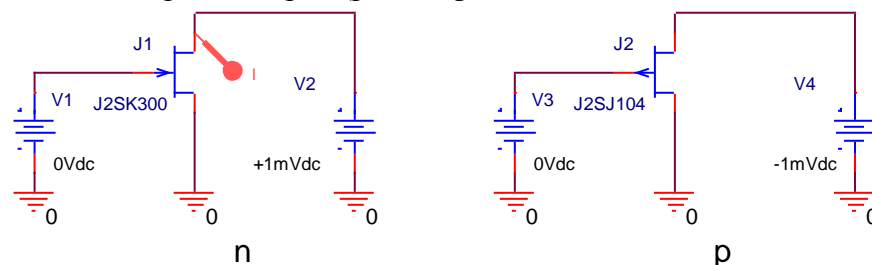

Рис.1.1 Схемы моделирования вольтамперных характеристик полевых транзисторов
- n-канальных(рис.1.1,n),
- p-канальных полевых транзисторов (рис.1.1,p)
2.1.п. Составить схему моделирования вольтамперных характеристик **n**-канального полевого транзистора (рис.1.1,п).
2.1.р. Составить схему моделирования вольтамперных характеристик **p**-канального полевого транзистора (рис.1.1,р).